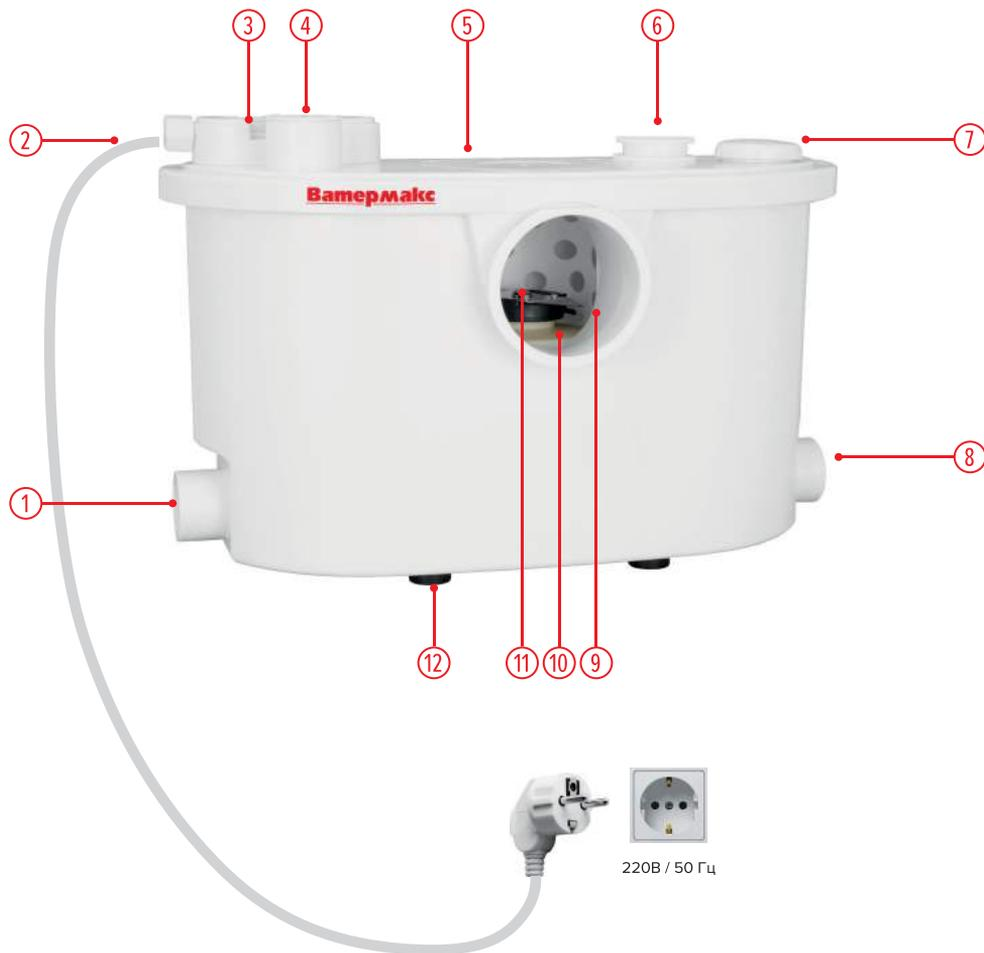

рис. 1
1. После установки насоса, трубопровода и подключения к электропитанию включите насос нажатием на кнопку (пункт 3, рис. 1)